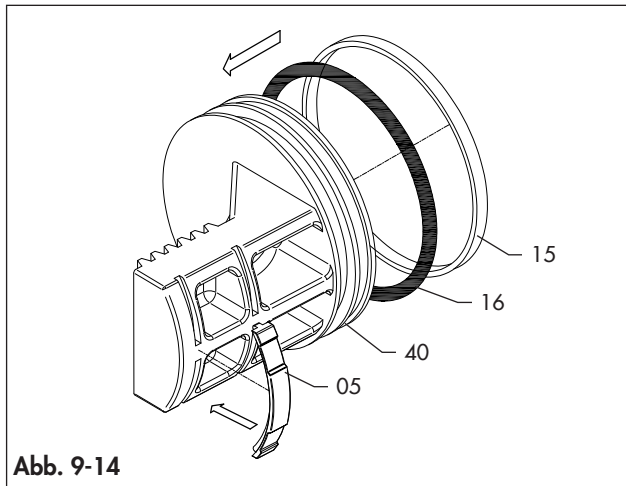
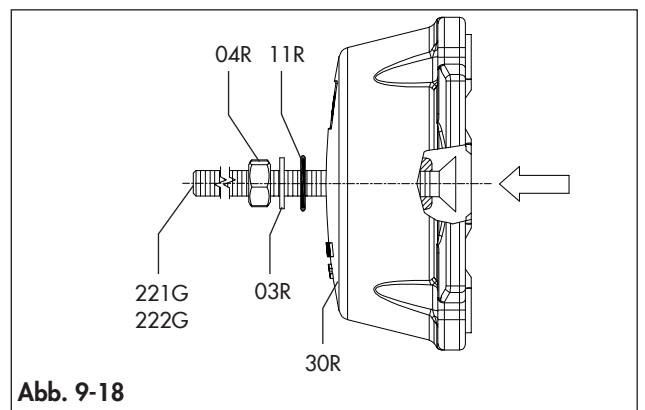

Abb. 9-14
Abb. 9-18
Siehe Abb. 9-1, Abb. 9-2 und Abb. 9-14 bis Abb. 9-18.
- Befestigen Sie die Anschlagsschrauben (221G/222G) in den Deckeln (30) und richten Sie dabei den Schraubenkopf an der Deckelfläche aus, wie in Abb. 9-18 gezeigt.